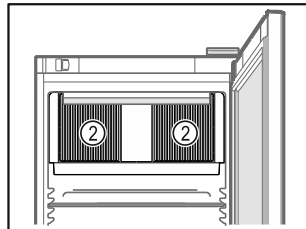

Fig. 72
- ❑ No obstruir la ranura de ventilación Fig. 72 (2) del ventilador de recirculación de aire del interior.